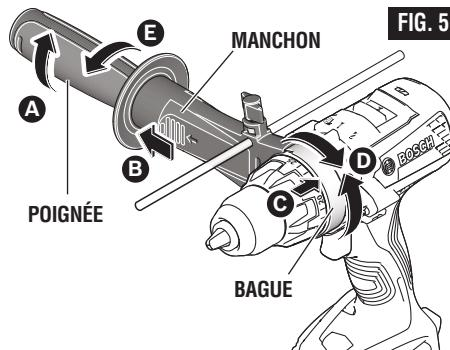

FIG. 5
Pour monter la poignée auxiliaire sur l'outil, desserrez la poignée (A). Tirez sur le manchon (B) et faites glisser la bague sur l'outil tel qu'indiqué (C). Faites pivoter la poignée dans la position désirée (D). Assujettissez la poignée à sa place en la serrant à son extrémité (E). Voir Fig. 5.